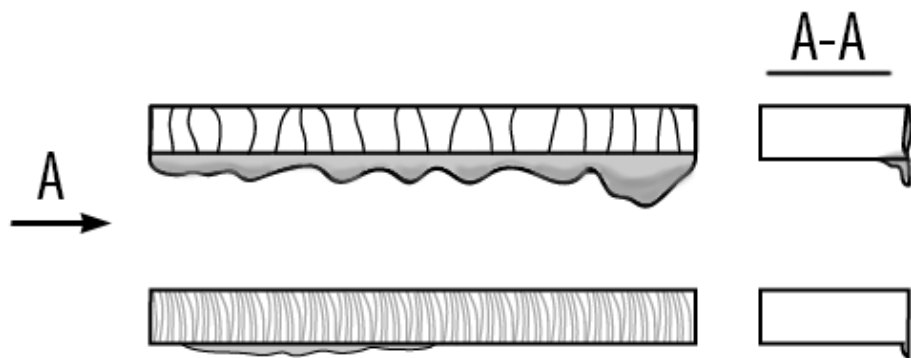

Рис. 7.6. Влияние силы тока и скорости реза.
- **Сила тока и скорость реза (См. рис. 7.6).**